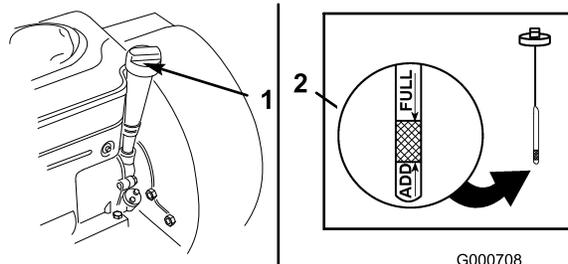

Figure 26
3. Nettoyez la surface autour de la jauge d'huile et retirez la jauge (Figure 26).